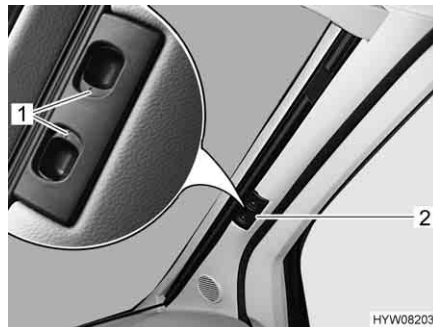

Fig. 75 Dispositif occultant plissé pour le pare-brise
- Presser les poignées de déverrouillage (Fig. 75,1) et les maintenir pressées.
- Tirer le dispositif occultant plissé pour le pare-brise par la poignée (Fig. 75,2) vers le centre de la fenêtre.
- Pousser les deux moitiés du dispositif occultant plissé pour le pare-brise par la poignée (Fig. 75,2) à fond vers l'extérieur. Soulever la poignée à la hauteur de l'évidement de verrouillage.
- Lâcher les poignées de déverrouillage (Fig. 75,1) et les faire s'enclencher.